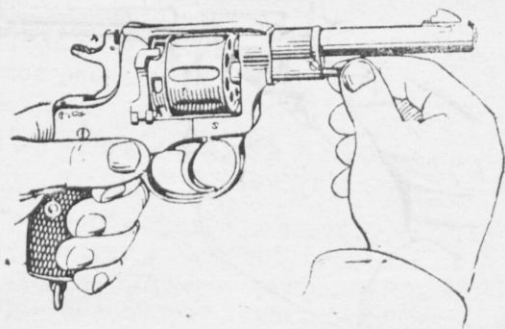

Рис. 26. Как вынуть шомпол
1) **выдвинуть шомпол** из оси барабана: взять револювер левой рукой за рукоятку, правой рукой повернуть шомпол за головку налево и выдвинуть его доотказа (рис. 26);